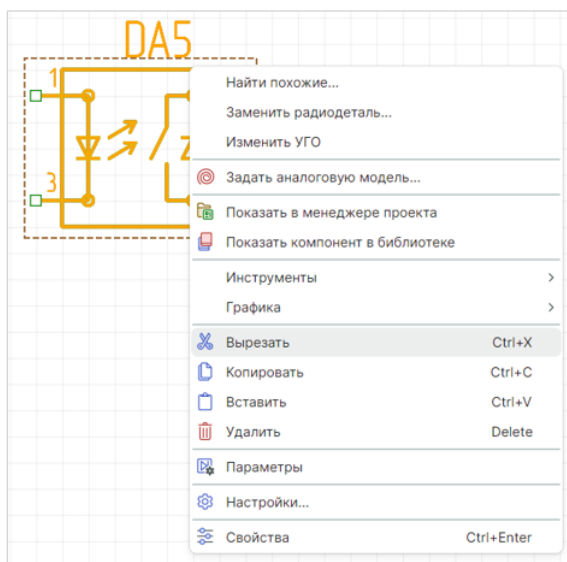

Рис. 210 Инструмент «Вырезать»
2. Вызовите контекстное меню и выберите пункт «Вырезать» или воспользуйтесь сочетанием клавиш «Ctrl+X», см. Рис. 210.